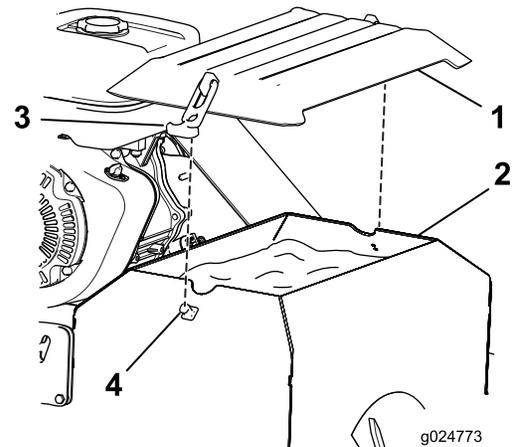

Bild 11
- Um die Saatgutabdeckung einzubauen (Bild 11), legen Sie ihn auf den Samenfüllkasten und befestigen Sie ihn auf beiden Seiten mit den Gummiverschlüssen an den Verschlusshaken.